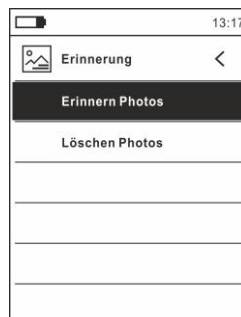

Fig. 17 Menü Erinnerung
31. Benutzen Sie die Tasten ▲ oder ▼ und die Tasten ≡ oder ▶ zur Auswahl der Option "Löschen Photo" (siehe Fig.17). Die folgende Bildschirmseite erscheint im Display: